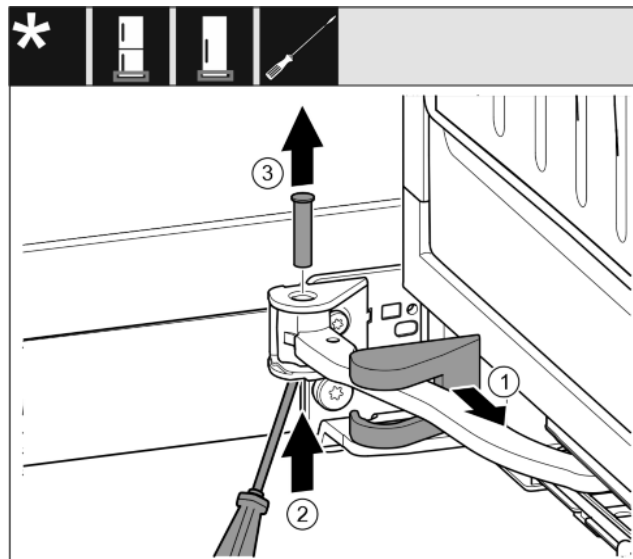

Fig. 12
- ▶ Zdjąć osłonę płytki zawiasu i przesunąć wzdłuż przegubu. Fig. 12 (1)
- ▶ Sworznie unieść od dołu palcami lub przy pomocy śrubokręta. Fig. 12 (2)
- ▶ Śrubokręt wsunąć pod główkę sworznia i wyjąć. Fig. 12 (3)